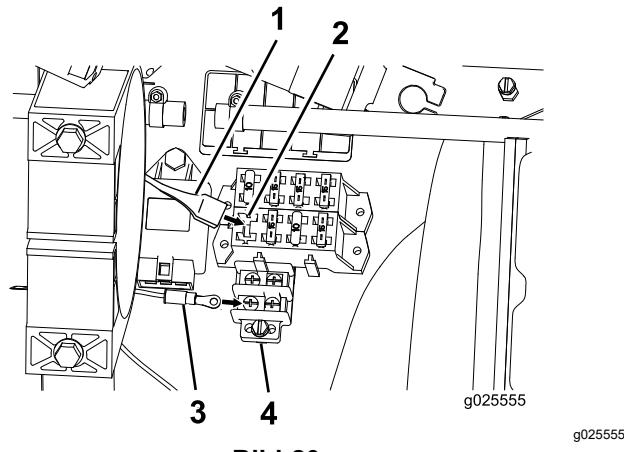

Bild 20
1. Schließen Sie den Kabelbaum am Sicherungsblock und das Erdungskabel am Erdungsblock an (Bild 20).